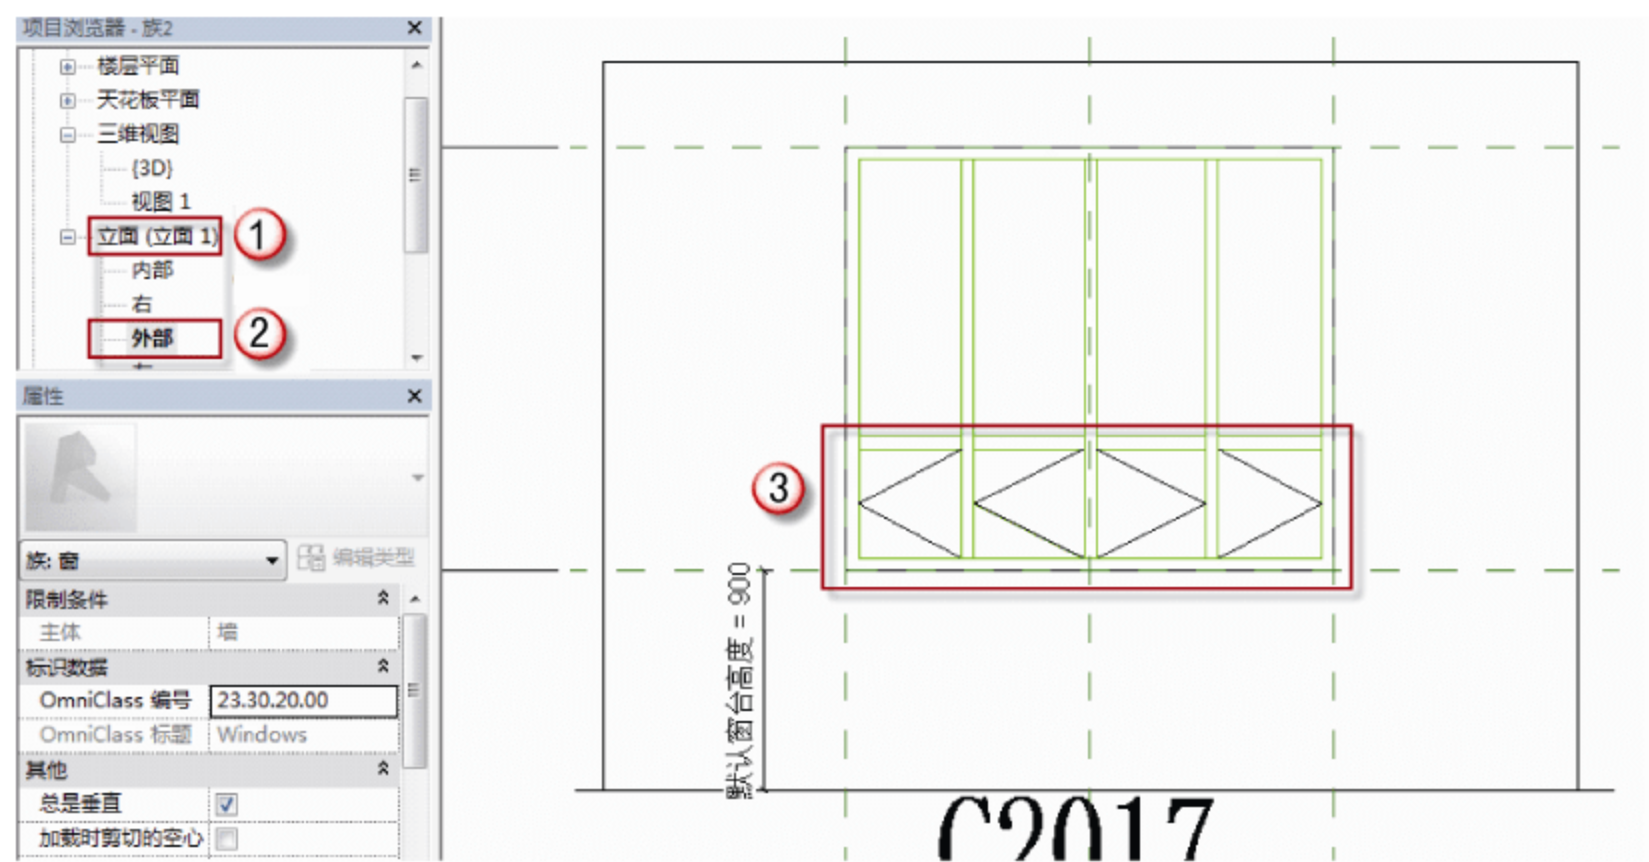

图 7.1.60 绘制 C2017 的立面打开方向
(13) 绘制 C2017 的立面打开方向。选择“项目浏览器”中的“立面(立面1)”→“外部”选项,进入窗的外部立面视图。选择“注释”→“符号线”命令,将“子类别”改为“立面打开方向(投影)”,绘制如图7.1.60所示窗的“打开方向”符号线。